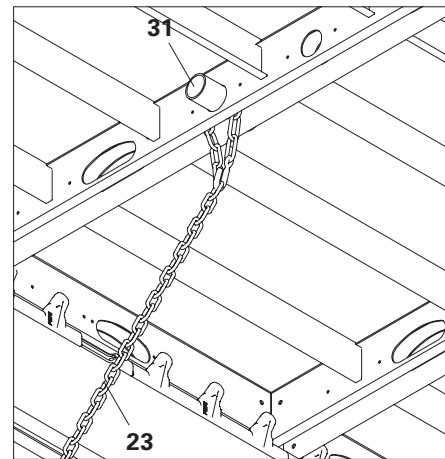

Fig. A7.03a
- In direzione trasversale, collegare gli elementi con un tubo per impalcature (31). Fissare il tubo con la catena (23). (Fig. A7.03a)